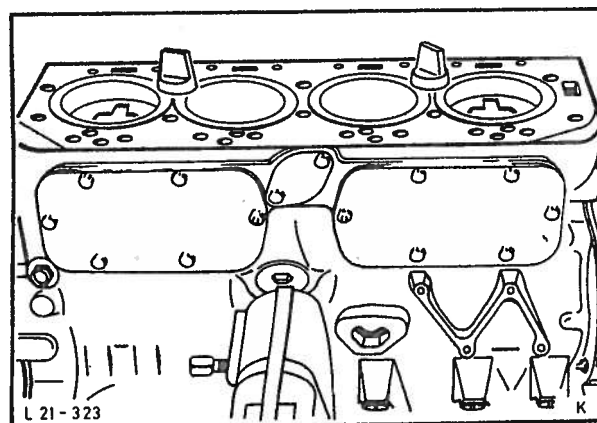

Fig. 43 Fest sylinderringene.
11. Skru ut topplokksboltene (22) idet topplokket løsnes i motsatt rekkefølge av tiltrekkingen. Ta av topplokket og fest sylinderringene med spesialverktøy 21-088, fig. 43.